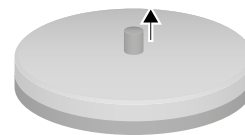

Bild 6: Stopfen in der Deckeldämmung.
1. Wenn Sie den Anschluss 19 an der Oberseite des Speichers verwenden, entfernen Sie den Neodulstopfen aus der Deckeldämmung (► Bild 6).